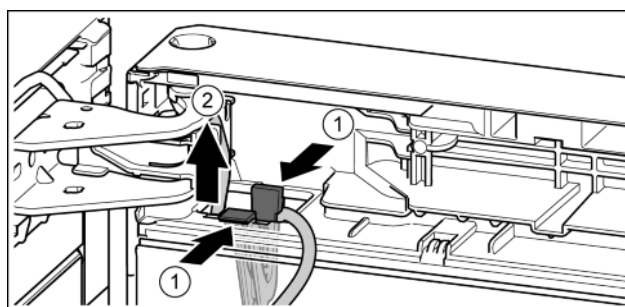

Fig. 21
- ▶ Нажать на соединительную накладку. Fig. 21 (1)
- ▶ Вынуть держатель кабеля с закрепленным на нем кабелем. Fig. 21 (2)